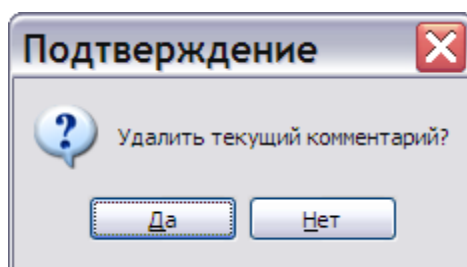

Рис. 79
1. В окне **Примечания** выделите примечание и нажмите на кнопку **Удалить** на панели инструментов окна. После этого появится запрос на подтверждение удаления (Рис. 79).